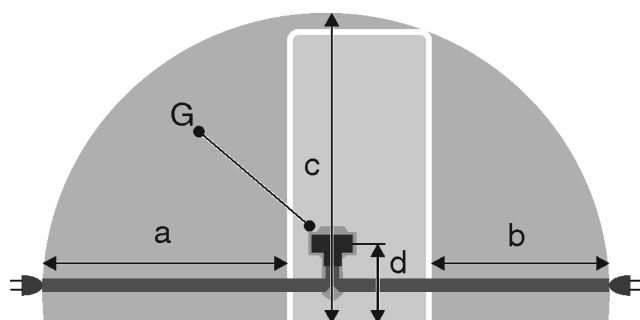

Fig. 22 \*
- Zásuvka sa nenachádza za zariadením, ale v oblastiach a alebo b Fig. 22 (a, b, c).
- ▶ Zástrčku zariadenia Fig. 22 (G) zastrčte na zadnej strane zariadenia. Dbajte na správne zaklapnutie.